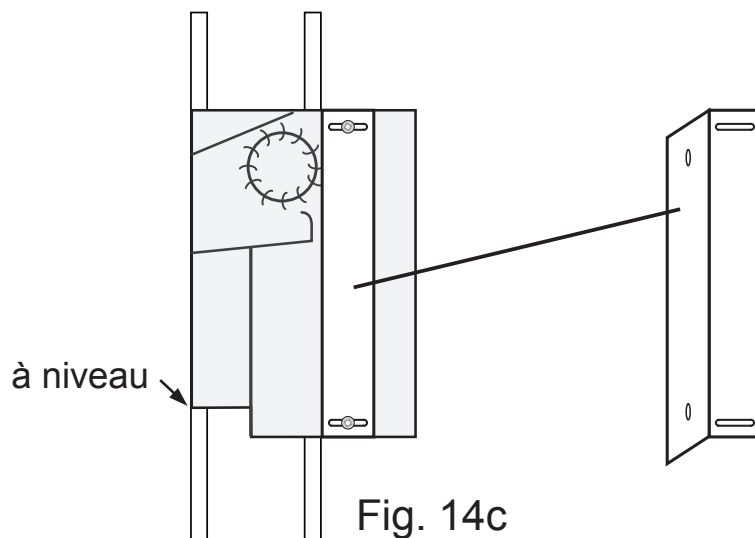

Fig. 14c
14.3 Attacher les braquettes de montage au module de distribution à l'aide des vis fournies, mais ne pas serrer complètement les vis de sorte que les braquettes puissent glisser le long des ouvertures. Glisser le module de distribution dans le mur jusqu'à ce que le devant du module soit à niveau avec le mur, voir figure 14c. Serrer maintenant les vis tenant les braquettes au module de distribution afin que le devant du module reste à niveau avec le mur. Finalement, visser les braquettes au mur à l'aide des vis fournies.